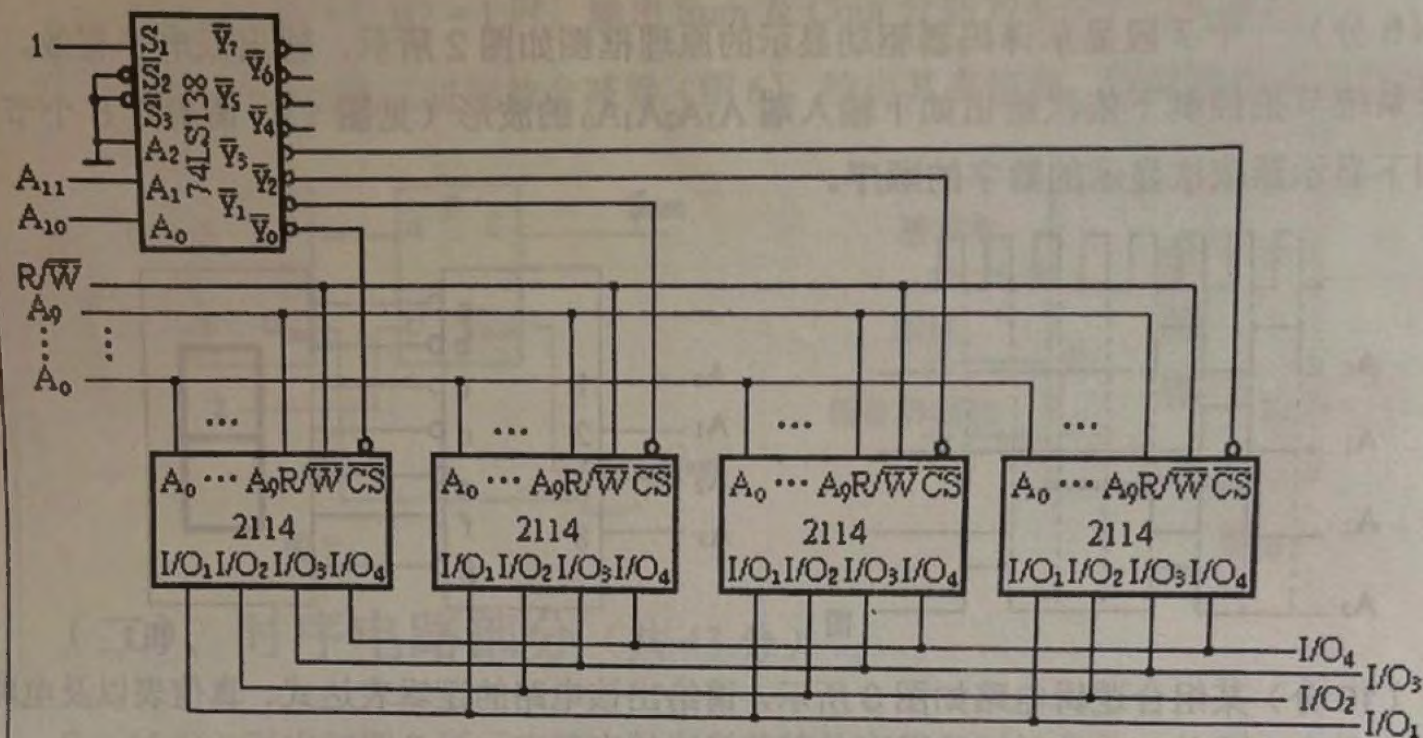

图 11
11. (6分) 电路分析计算题：4片 $1K \times 4$ 位的读写存储器 RAM 芯片 2114 和 1 片 3 线-8 线译码器 74LS138 构成电路连接如图 11 所示，试分析其电路的功能，并指明其总的存储容量是多少。